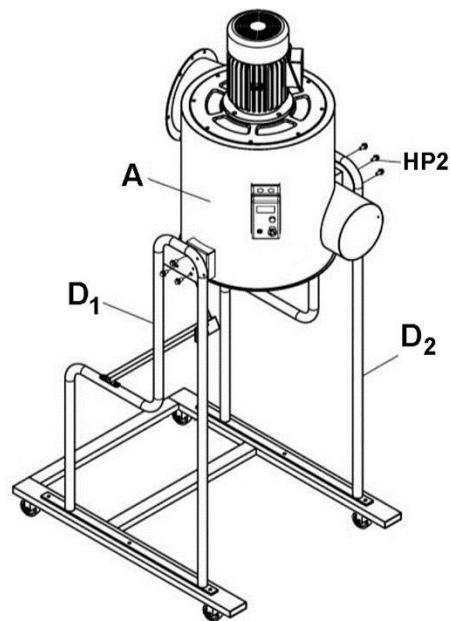

Рис. 5
- Установите корпус (A) между левой и правой стойками (D1, D2) и прикрутите с помощью винтов с шестигранной головкой и фланцем (HP2). См. Рис. 5.